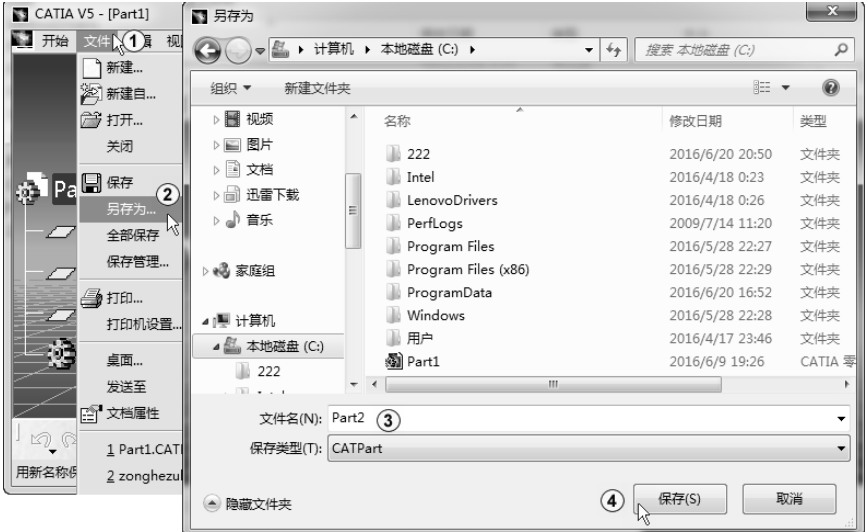

图 1-30 另存文件
选择菜单“文件”→“另存为”命令（如图 1-30 中①②所示），系统弹出“另存为”对话框，输入想要的路径（C:）和文件名（Part2），单击“保存”按钮可保存为一个新的文件。“保存”和“另存为”的区别在于“保存”是保存此文件，“另存为”是把此文件复制一个进行保存，原文件还是存在的。